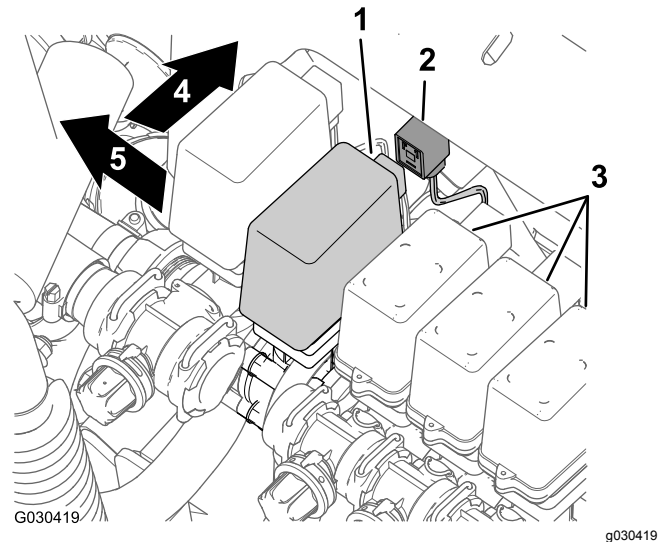

Bild 12
1. Ermitteln Sie am Heck der Maschine den 3-Buchsen-Stecker des hinteren Hauptkabelbaums für die Maschine, der mit EDUCTOR beschriftet ist (Bild 12).
2. Ziehen Sie den Ejektoranschluss des Hauptkabelbaums vom 3-Flachstecker des Ejektorventils ab (Bild 12).